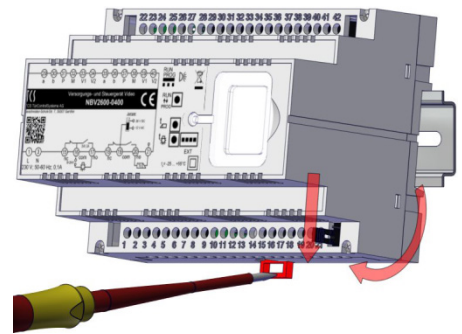

Abb. 4: Demontage von der Hutschiene
- ▶ Drücken Sie mit einem Schraubendreher die Hutschiennenverriegelung des Gehäuses nach unten (Abb. 4).